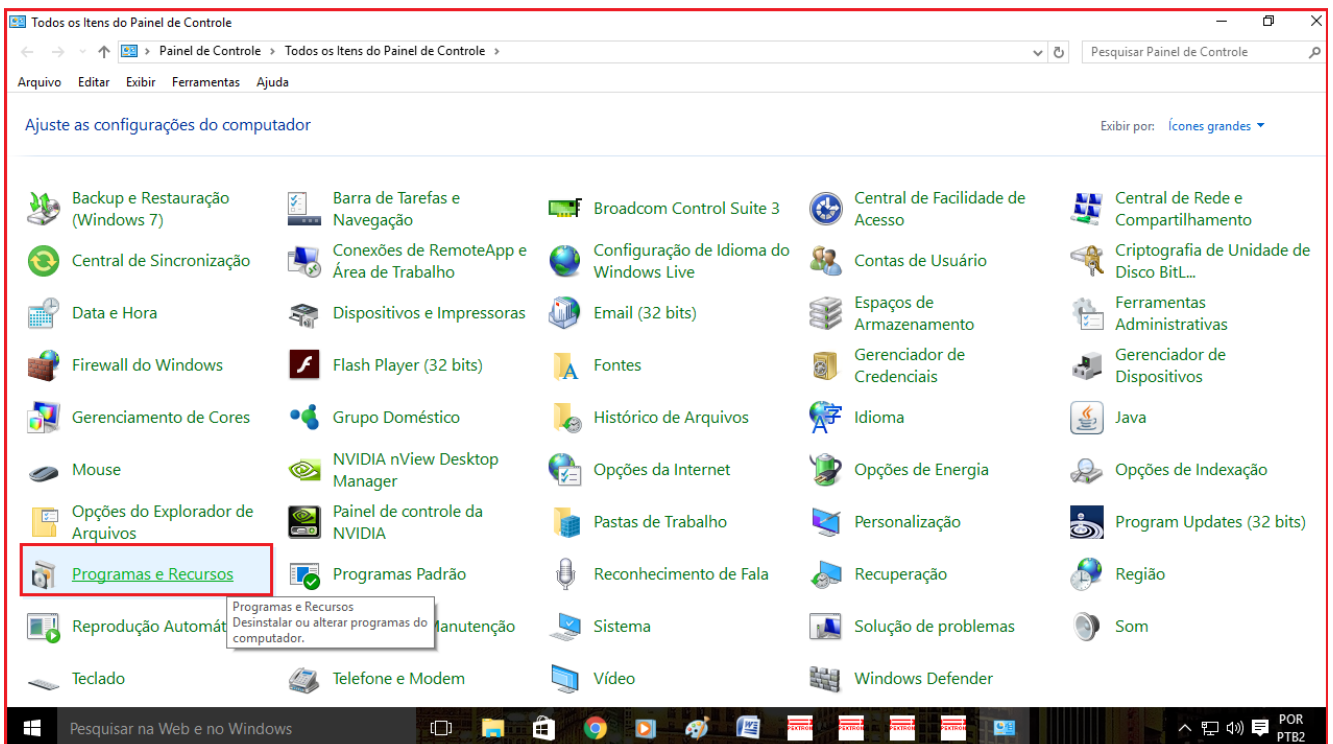

Figura 3.24: Desinstala ou altera programas e componentes do Windows.
b) Selecionar no painel de controle, “ Programas e Recursos” para desinstalar ou alterar programas e componentes do Windows (figura 3.24).